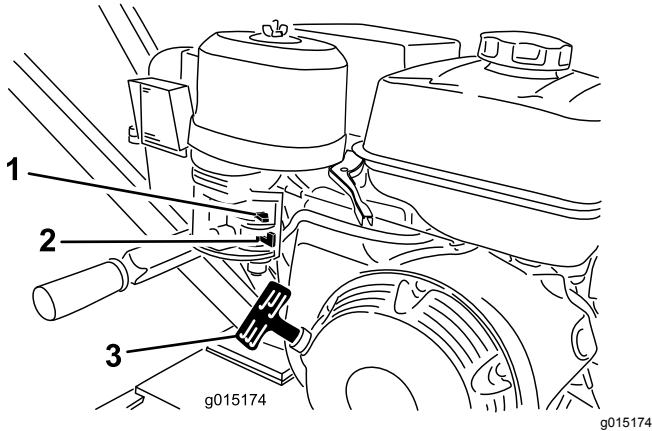

Figura 9
1. Mueva la válvula de combustible a la posición de ABIERTO, totalmente hacia la derecha (Figura 9).
2. Mueva la palanca del estarter a la posición de ABIERTO (Figura 9).
5. Tire suavemente de la cuerda del arrancador de retroceso hasta que note resistencia, luego tire con fuerza (Figura 9). Deje que el arrancador de retroceso vuelva lentamente a su posición inicial.